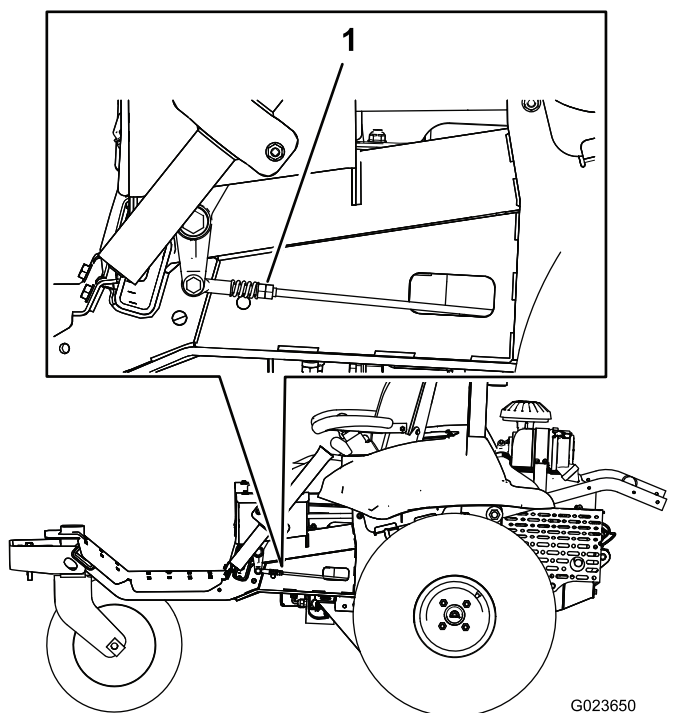

Рисунок 62
7. На одной стороне машины медленно поворачивайте двойные гайки рычажного механизма (Рисунок 62) до тех пор, пока колесо на этой стороне не начнет вращаться, затем поворачивайте двойные гайки в противоположном направлении до тех пор, пока колесо не начнет вращаться в противоположном направлении.